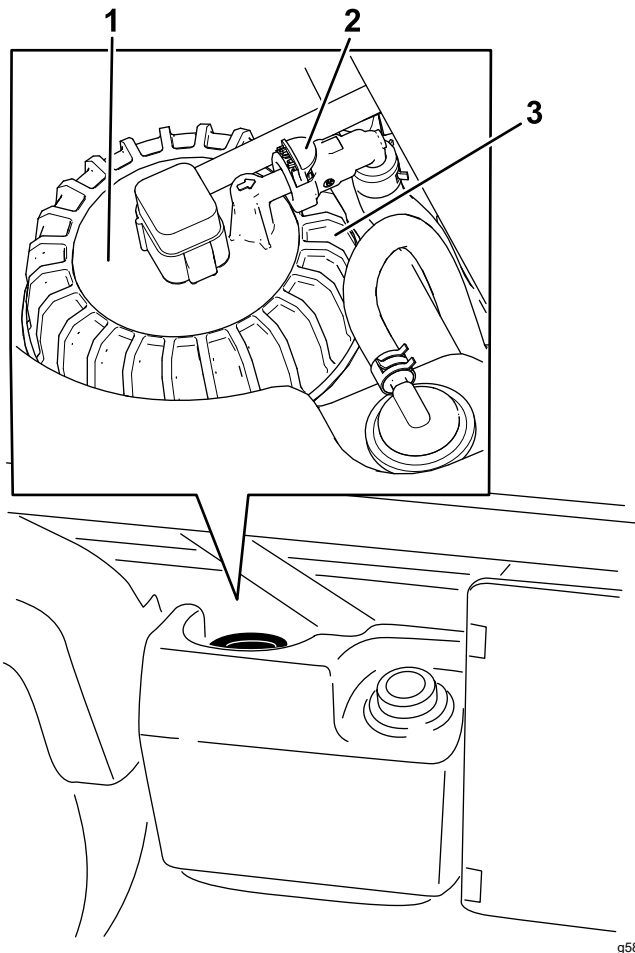

Figure 38
2. Débranchez les connecteurs des faisceaux de câblage de la pompe à carburant (Figure 38).
3. Débranchez le raccord rapide au bout de la conduite de carburant de la pompe à carburant (Figure 38).
4. Retirez le bouchon de la pompe à carburant au sommet du réservoir de carburant (Figure 38).
5. Déposez la pompe à carburant du réservoir (Figure 38).